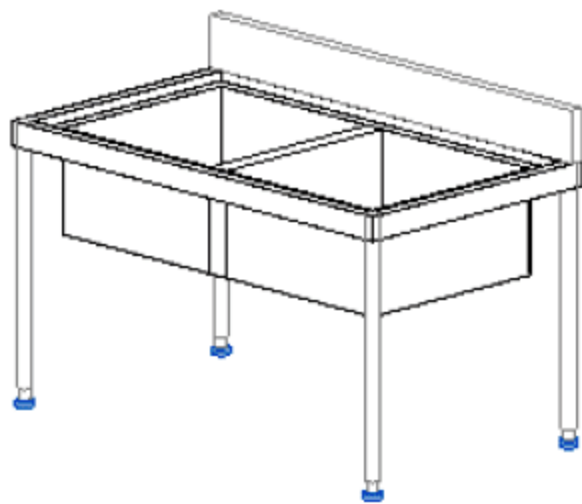

图 8.2.50 子弹脚下部效果图
(18) 编辑可见性并添加材质。首先，选中子弹脚下部图元，在“属性”面板中编辑“可见性/图形替换”选项，取消“平面/天花板平面视图”复选框的选择，单击“确定”按钮。其次，添加子弹脚下部的材质，选择“不锈钢”类型，单击“确定”按钮，如图 8.2.50 所示。